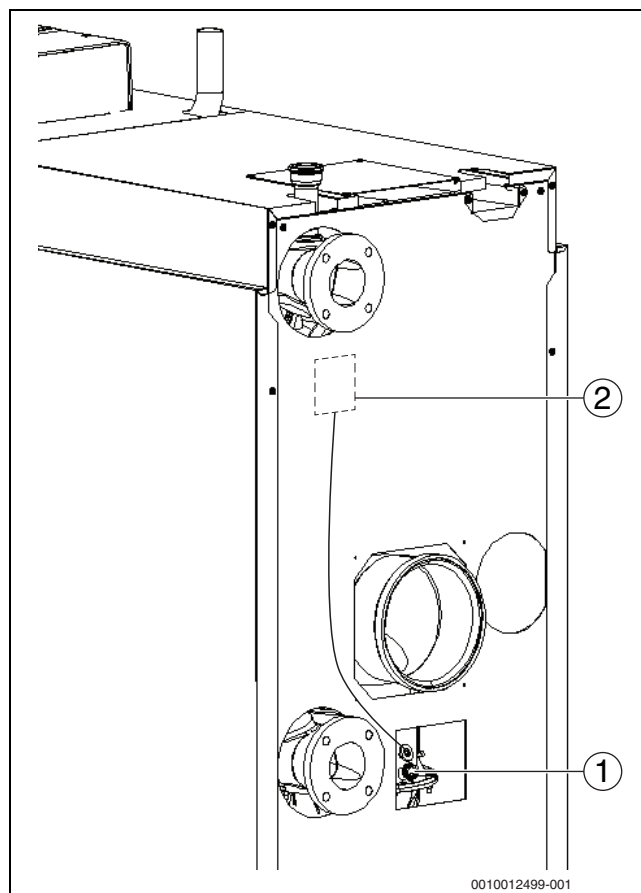

Fig. 33 Enregistrer les valeurs de mesure (puissances de chaudière 150-300 kW)
- Maintenir la sonde de mesure dans le courant primaire du collecteur de fumées à travers l'orifice de mesure (→ fig. 33, page 32) puis vérifier la teneur en O₂.
- Maintenir la sonde de mesure dans le courant primaire du conduit de fumées à travers l'orifice de mesure (→ fig. 33, page 32) puis contrôler la teneur de O_2 .
- Effectuer les mesures suivantes à un point de mesure de l'élément de raccordement chaudière (→ fig. 33 et 34) et les enregistrer dans le protocole de mise en service (→ chap. 17.6, page 70) :